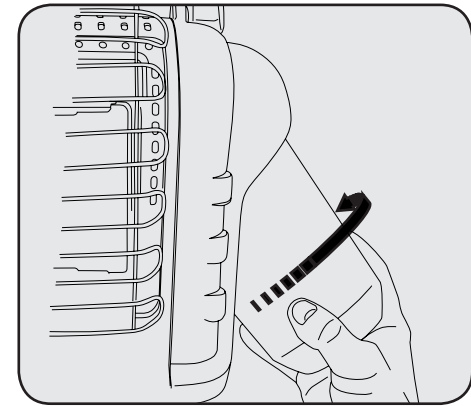

Figure 2
2. Faites pivoter le régulateur outward pour l'installation de réservoir facile. Vis 500 g le cylindre de réserves disponible du gaz de microsillon dans le sens des aiguilles d'une montre (du fond) dans le chauffage portatif jusqu'à serré-de-mains. Voir Figure 2. NE PAS utiliser du produit d etancheite pour filetages sur cette liaison.